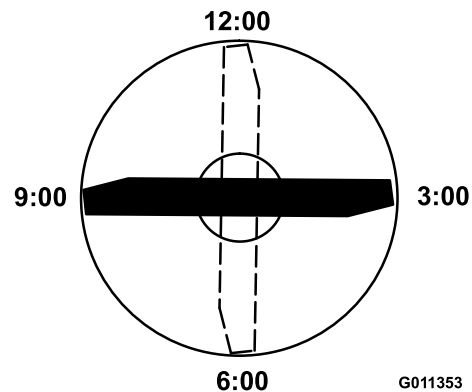

Figura 82
4. Coloque el filo de corte del extremo marcado de la cuchilla en la posición de las 12 (hacia adelante, en el sentido de la siega) (Figura 82) y mida la altura desde la mesa hasta el filo de corte de la cuchilla.
5. Gire el extremo marcado de la cuchilla a las posiciones de las 3 y de las 9 (Figura 82) y mida las alturas.